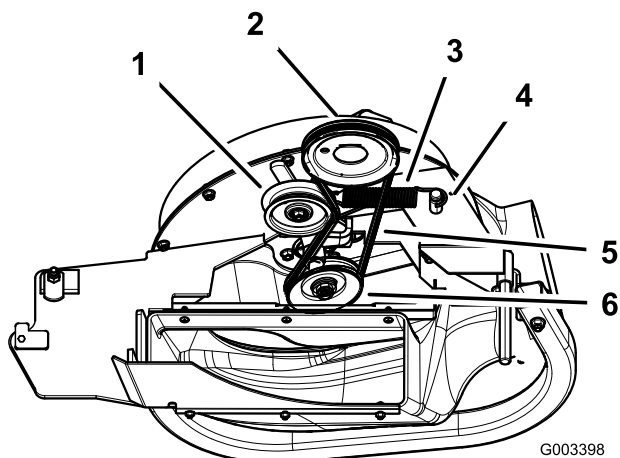

Figura 14
1. Montate la cinghia attorno alla puleggia del soffiatore (Figura 14).
2. Installate la molla sul braccio di rinvio e il piolo sul gruppo soffiatore (Figura 14).